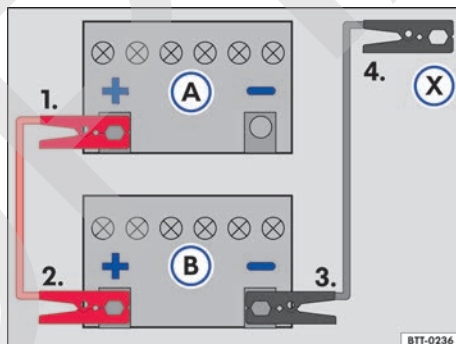

Fig. 165 Esquema para la conexión de los cables auxiliares de arranque: batería del vehículo descargada (A) y batería del vehículo que provee la corriente (B).
Legenda para → fig. 165:
- Conectar un extremo del cable de arranque auxiliar *rojo* al polo positivo → fig. 165 ⊕ del vehículo con la batería del vehículo descargada (A) → ⚠.
- Conectar el otro extremo del cable de arranque auxiliar *rojo* al polo positivo ⊕ de la batería del vehículo que suministra corriente (B).
- Conectar un extremo del cable de arranque auxiliar *negro* al polo negativo ⊖ de la batería que brinda corriente (B) al vehículo.
- Conectar el otro extremo del cable de arranque auxiliar *negro* (X) al vehículo con la batería del vehículo descargada en una pieza maciza de metal atornillada firmemente al bloque del motor o en el mismo bloque del motor - aunque no cerca de la batería (A) → ⚠.